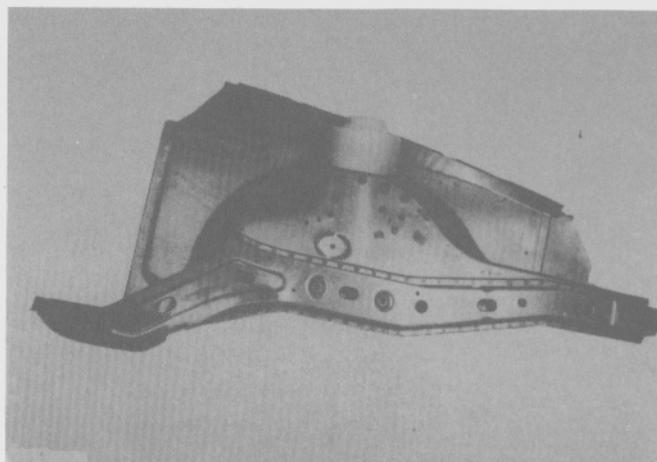

Fig. 148
- Limpiar las superficies de contacto de las pestañas del nuevo conjunto del larguero/guardabarro delantero interior (Fig. 148).